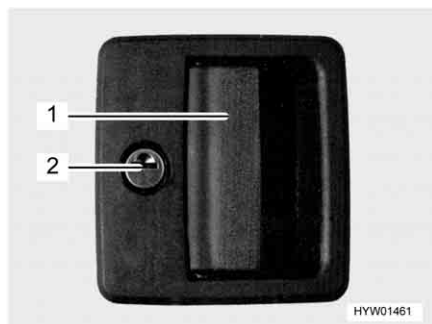

Fig. 33 Serratura della porta di ingresso, lato esterno
- Inserire la chiave nel cilindro della serratura (Fig. 33,2) e ruotare fino a quando la serratura della porta si sblocca.
- Tirare la maniglia della porta (Fig. 33,1). La porta è aperta.
- Inserire la chiave nel cilindro della serratura (Fig. 33,2) e ruotare fino a quando la serratura della porta si blocca.